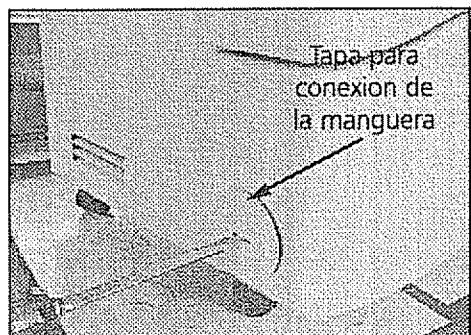

Ilustración 3
**Nota:** Al utilizar cualquiera de los métodos de vaciado descritos anteriormente, es necesario practicar un agujero de 3/8" (10 mm) en el centro de la conexión del depósito de recogida de agua (para practicar el agujero más fácilmente utilice como referencia la marca del centro que se muestra en la ilustración 3). De esta manera el agua fluirá libremente a través de la conexión. Para volver a cerrar la conexión al depósito de recogida de agua, utilice cualquier tapa estándar. **La tapa del agujero para la manguera no puede volver a utilizarse para cerrar de nuevo el agujero.**